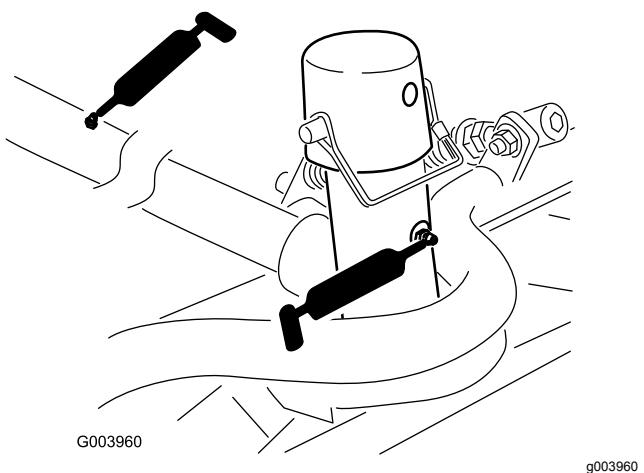

Figura 63
- Estrutura de suporte e articulação da unidade de corte (2 de cada) (Figura 63)